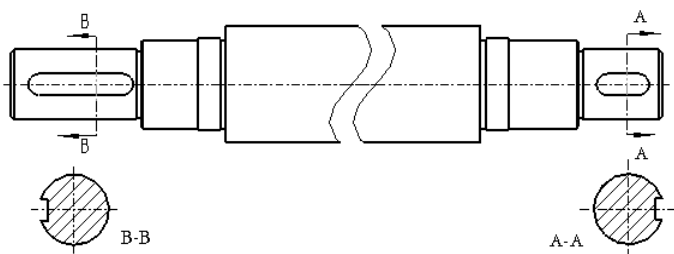
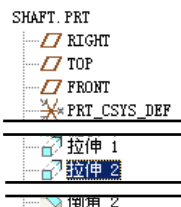
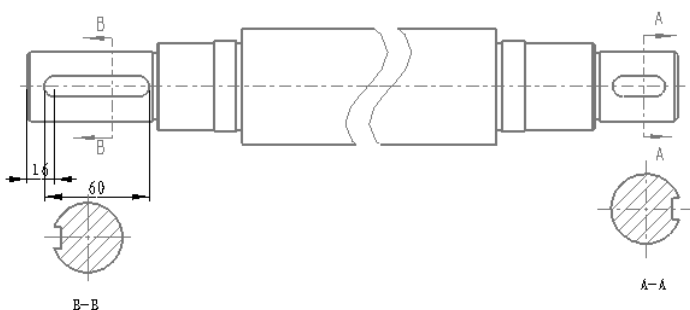

图 5.9.2 轴线显示
图 5.9.3 模型树
图 5.9.4 显示特征“拉伸2”的尺寸
(1) 单击对话框顶部的  按钮, 在绘图区选中要显示基准轴的视图, 工程图中显示所有的基准轴, 如图 5.9.2 所示, 然后在“显示模型注释”对话框中单击  按钮。
(2) 单击 **应用** 按钮, 显示基准轴。
(3) 单击对话框顶部的  按钮。
(4) 在图 5.9.3 所示的模型树中选取特征  **拉伸 2**, 在工程图中显示特征  **拉伸 2** 的尺寸, 然后在绘图区选中 16 和 60 两个尺寸, 如图 5.9.4 所示。